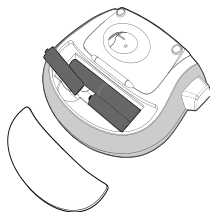

Figura 2
1. Aprire il vano delle batterie. Vedere Figura 2.